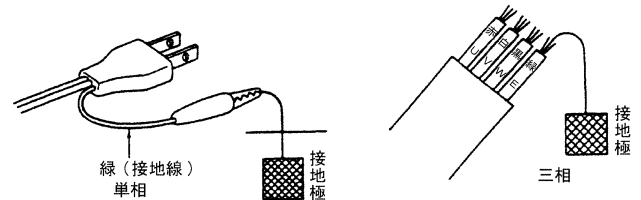

図6
- (a) 単相の場合は図6のワニグチクリップを利用して接地してください。
(b) 三相の場合は図6に示すように4芯のうち緑色の線（ラベル E）を接地してください。また緑色の線を絶対に電源につながないでください。接地は電気設備技術基準に従って、確実に行ってください。